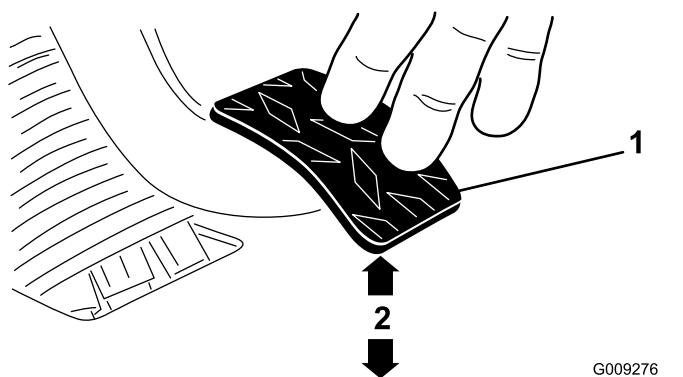

Figure 62
3. Ajustez les écrous de blocage ou la rotule jusqu'à ce que le bord arrière de la pédale d'embrayage soit à une distance de 9,2 à 9,8 cm du haut du plancher quadrillé quand vous appliquez une force de 1,8 kg sur la pédale (Figure 62).